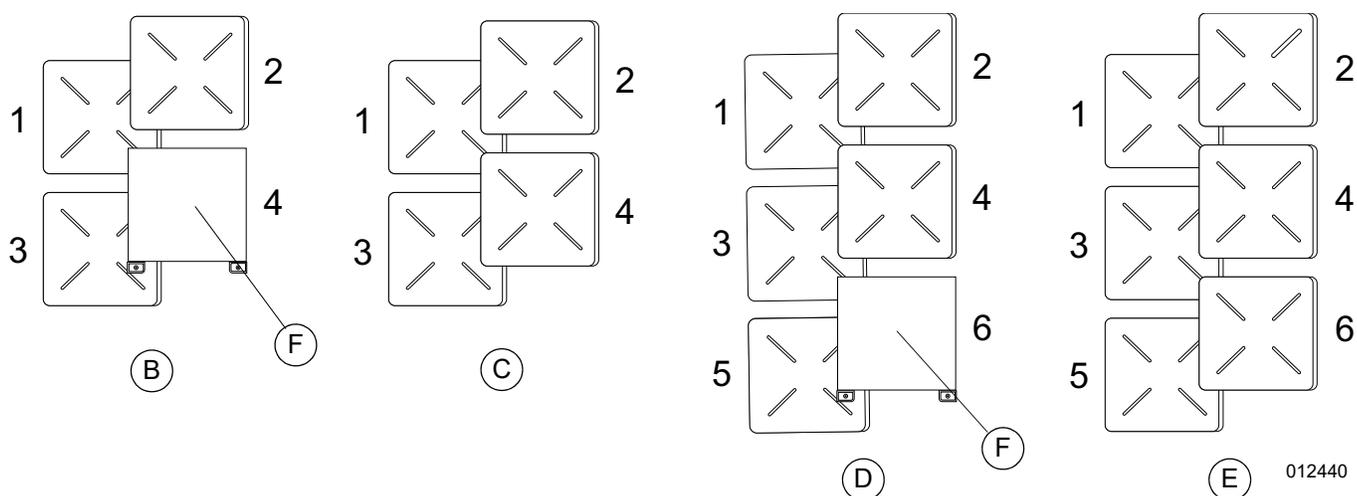
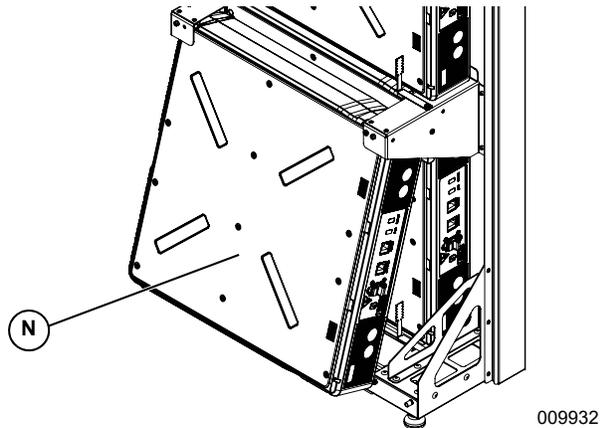

Figure 4-17. Ordre de pose des modules et intercalaires de batteries
Figure 4-21. Mise en place des modules de batterie avant
- Voir l'ordre de pose des modules de batterie et des intercalaires à la **Figure 4-17** pour les systèmes PWRcell M3 (B), PWRcell M4 (C), PWRcell M5 (D) et PWRcell M6 (E).
Voir Figure 4-21. Poser les modules de batterie avant (N) par la même méthode que les modules arrière. Voir Figure 4-17. **Ordre de pose des modules et intercalaires de batteries.**